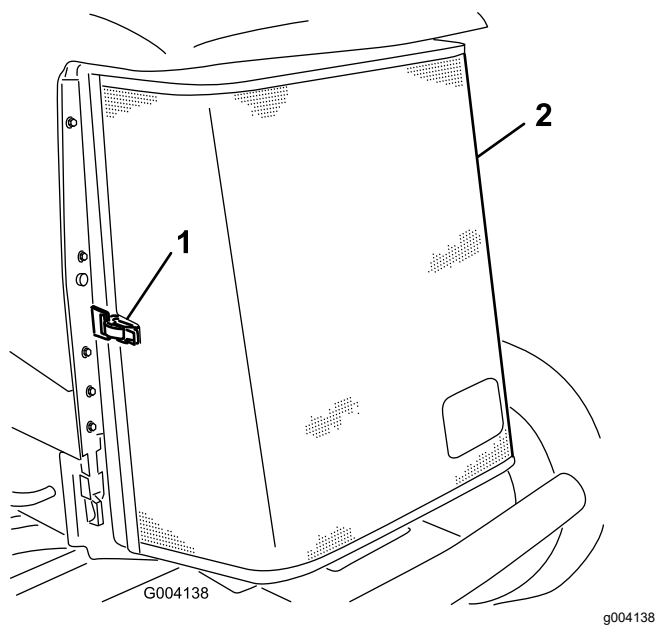

Figure 86
3. Déverrouillez l'attache et ouvrez la grille arrière (Figure 86).